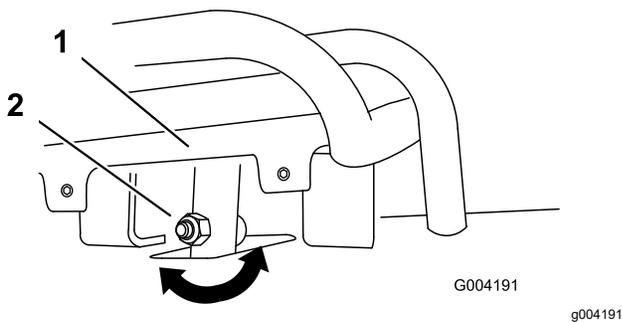
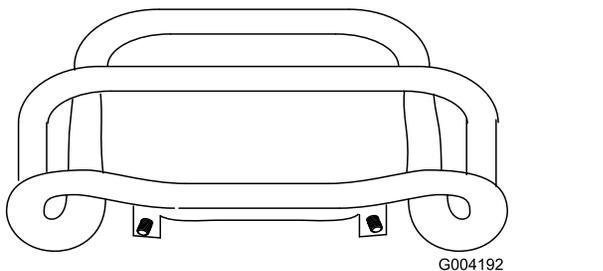

Figura 52
Figura 53
4. Se a parte da frente do controlo não ficar alinhada com a barra de referência, desaperte a porca e o parafuso na haste do controlo de tração (Figura 52).
5. Ajuste o controlo de tração de modo a que fique alinhado com a barra de referência quando é puxado a direito para trás (Figura 52 e Figura 53).
- C. Desaperte a porca flangeada e o parafuso na haste do controlo de tração (Figura 52).
- I. Ajuste o controlo de tração de modo a que fique alinhado com a barra de referência quando é puxado a direito para trás (Figura 52 e Figura 53).